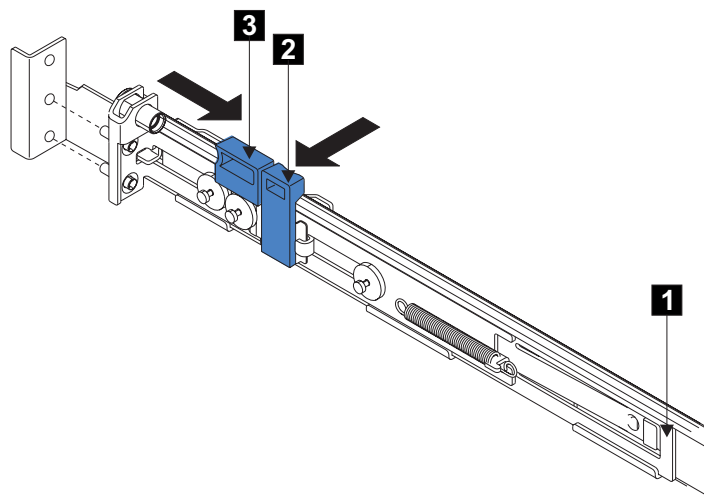

図 105. 後部のラッチ・ロック・キャリア・アセンブリーを開く
5. 後方のレール・ブラケット **1** (図 105) を、止まるまでレールの前面に向かって押します。これで、レールはその一番短い長さに調整されます。